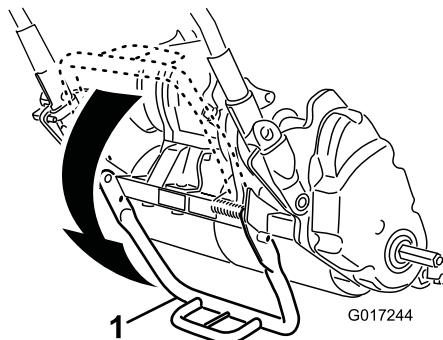

Figura 18
1. Con il piede, spingete verso il basso il centro del cavalletto, quindi alzate il sostegno della stegola inferiore finché il cavalletto non ruota in avanti e sopra il centro (Figura 18).